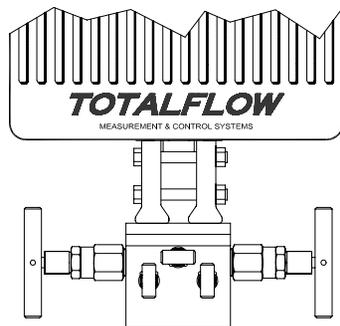

图 3 (典型多支管安装)
5. 将多支管安装到 μ FLO 的底部。由于订购的 μ FLO 的流向可以是左到右或从右到左，因此，请通过查看标明 (+) 和 (-) 的传感器标签，确定流向。加号 (+) 指示高面（上行面），因此流量是从 (+) 到 (-)。对于直接安装多支管，方向非常重要。（请参见图 3，了解典型多支管配置情况）